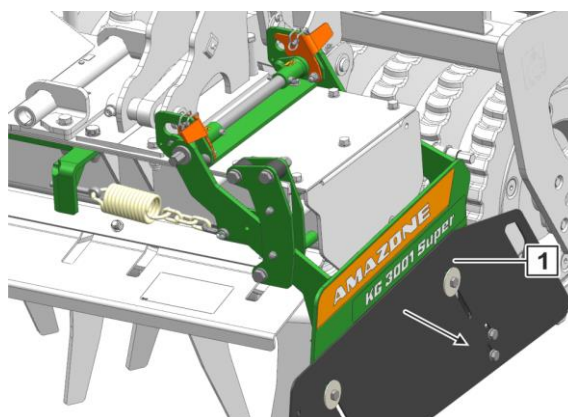

Fig. 145
- Le déflecteur latéral (Fig. 145/1) est bloqué dans la position extérieure.